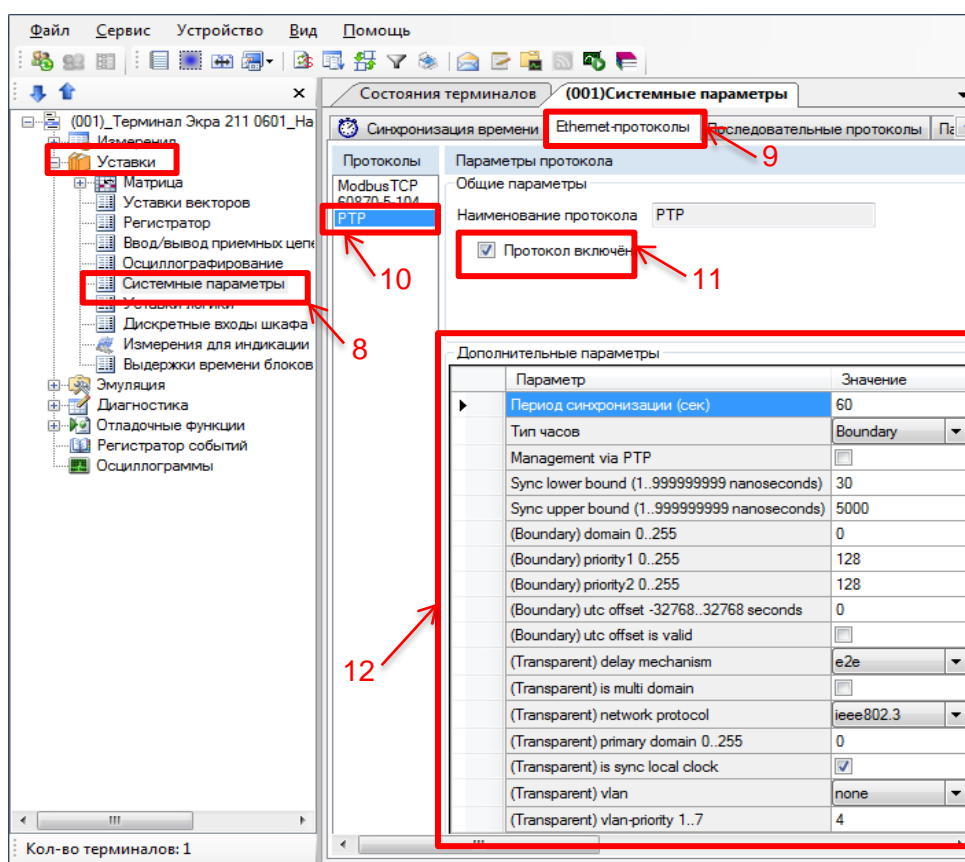

Рисунок 12 – Настройка протокола PTPv2
3.1.1 В «дереве» проекта ПО **АРМ-релейщика** выбрать **Уставки** -> **Системные параметры** и открыть окно, дважды щелкнув мышкой на соответствующем пункте «дерева» проекта (см. рисунок 12, обозначение 8).
3.1.2 Выбрать вкладку **Ethernet-протоколы** (см. рисунок 12, обозначение 9).
3.1.3 Выбрать протокол **PTP** (см. рисунок 12, обозначение 10).
3.1.4 Установить флажок **Протокол включён**, если он не был установлен (см. рисунок 12, обозначение 11).